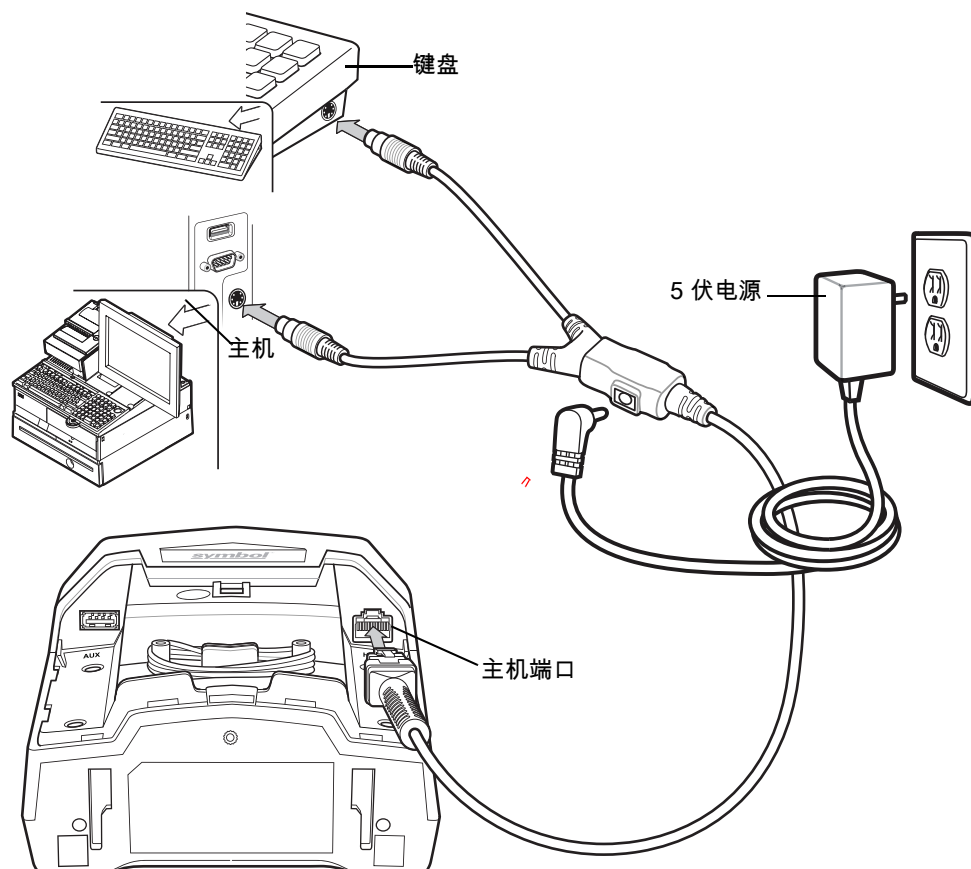

图 10-1 键盘连接 - 外部供应 5 伏电源
- DS7708 使用键盘 Y 形电缆直接连接到主机和键盘（请参阅图 10-1）。